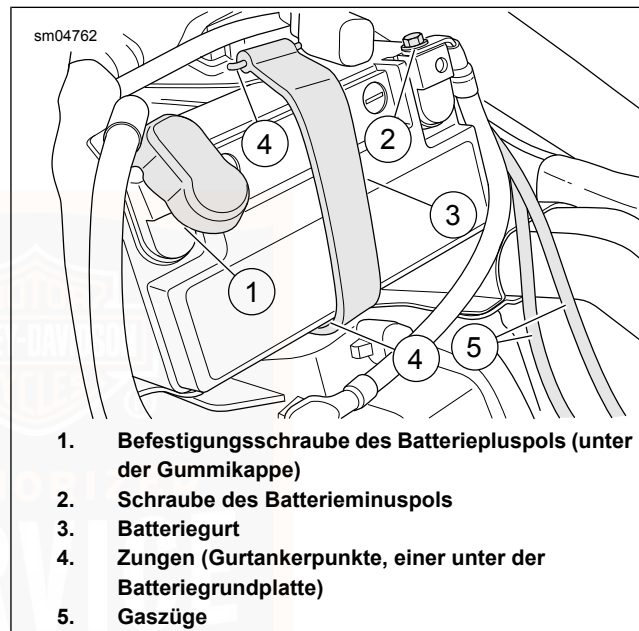

Abbildung 53. Batterie eingebaut
8. Siehe Abbildung 53. Das Batterieminuskabel vom Batterieminuspol (–) entfernen.
3. Siehe Abbildung 53. Die voll aufgeladene Batterie mit den Kontakten nach oben und Batterieminuspol (–) zur rechten Seite des Motorrads in die Batteriehalterung schieben.
4. Siehe Abbildung 53. Korrekten Verlauf des Gaszugs nachprüfen.